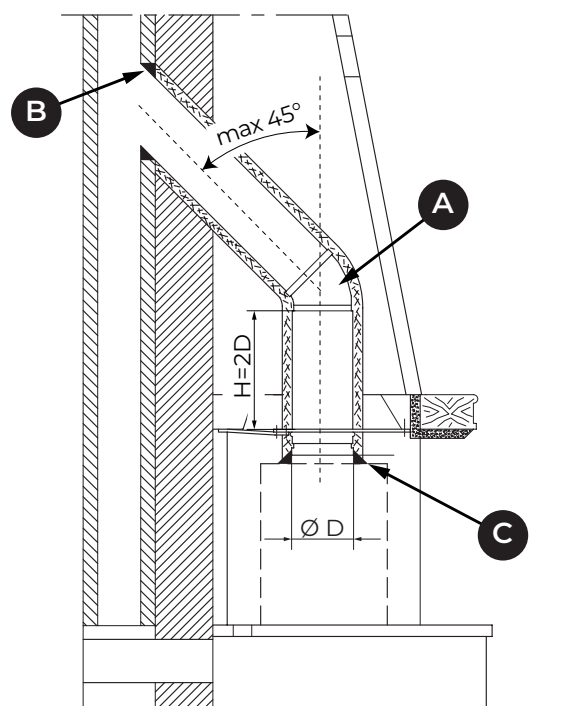

Fig. 7.5
Il canale da fumo (A - Fig. 7.5) tra focolare e camino dovrà avere la stessa sezione dell'uscita fumi dell'apparecchio, riportato nella scheda tecnica "Dati tecnici".
- Collegamento diretto tra camino e canna fumaria. In alcuni casi è necessario adattare il foro preesistente in cappa oppure realizzarne uno nuovo, al fine di agevolare il passaggio del canale da fumo (A - Fig. 7.5)
Una corretta installazione del canale da fumo tra l'apparecchio e il camino deve essere eseguita a tenuta stagna, sigillando, con materiale adatto alle alte temperature, tutti i giunti di unione (B, C - Fig. 7.5).